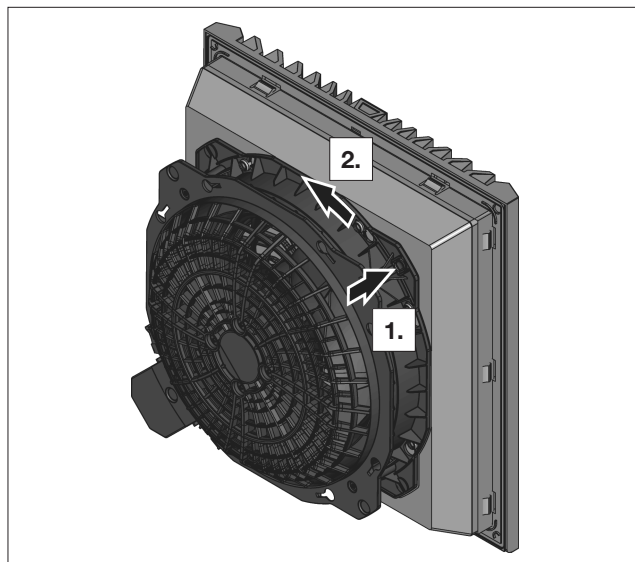

Fig. 15 : déverrouillage de la fermeture à baïonnette
- À l'arrière du ventilateur, actionner le bouton de déverrouillage de la fermeture à baïonnette (voir fig. 15). Celui-ci se trouve sur l'angle opposé de la borne de raccordement.